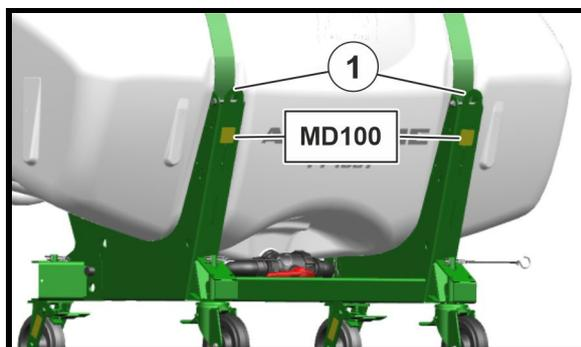

Fig. 3
- dois pontos de apoio à frente (Fig. 3/1)
Ao carregar a máquina com uma grua devem utilizar-se os pontos de apoio assinalados (Fig. 3/1) para as cintas de içar.